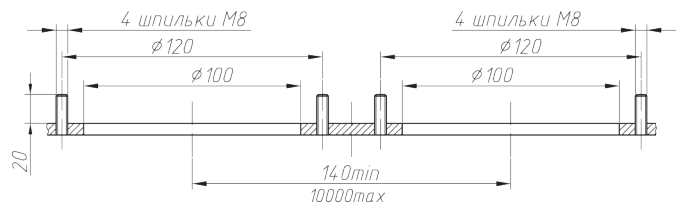

Рисунок 4 - ППП для АЗС с датчиками уровня, воды, температуры, плотности (погружные) с установкой на два фланца с возможностью подключения ДД1, ДУТ
- ППП для измерения уровня, температуры, плотности (погружные плотномеры) и сигнализации подтоварной воды с установкой на два фланца с возможностью подключения ДД1, ДУТ (рис. 4).